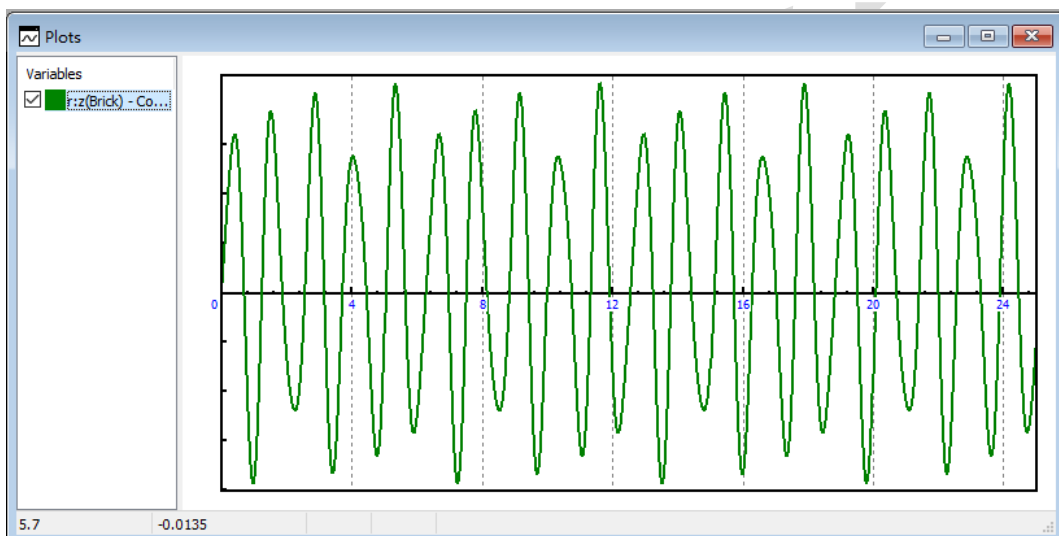

图 2.25 受迫振动 ( $\omega = 8\text{rad/s}$ )
4. 点击 **Integration** 开始仿真。可以看到，刚体 **Top** 也在运动，刚体 **Brick** 垂向位移的时程曲线如图 2.25 所示。